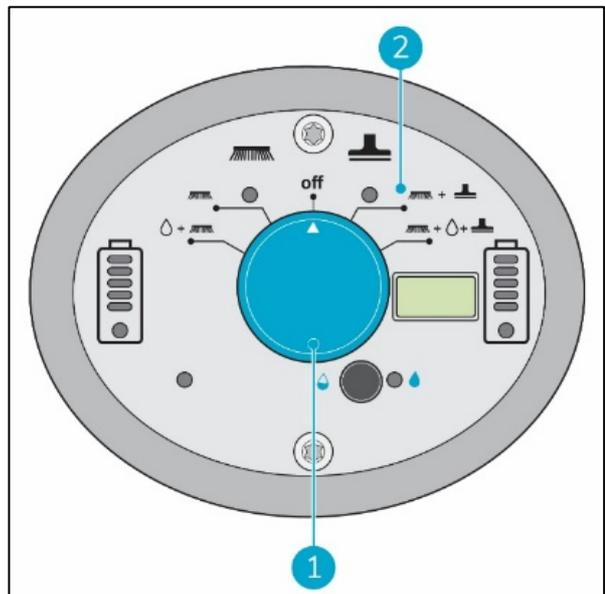

Abbildung 21
1. Wählen Sie mit dem Hauptschalter des i-mop XL pro (Figure 21, Pos. 1) den MODUS 3 (Bürste + Sauger, Figure 21, Pos. 2).